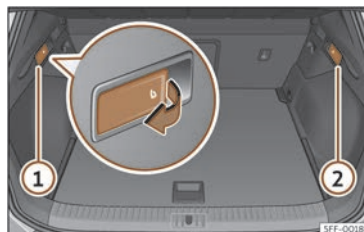

Fig. 103 Dans le coffre à bagages : leviers de déverrouillage du dossier arrière.
- Tirez le levier de déverrouillage à distance de la partie gauche >>> **fig. 103** ① ou droite ② du dossier dans le sens de la flèche. La partie déverrouillée du dossier arrière se rabat automatiquement vers l'avant.